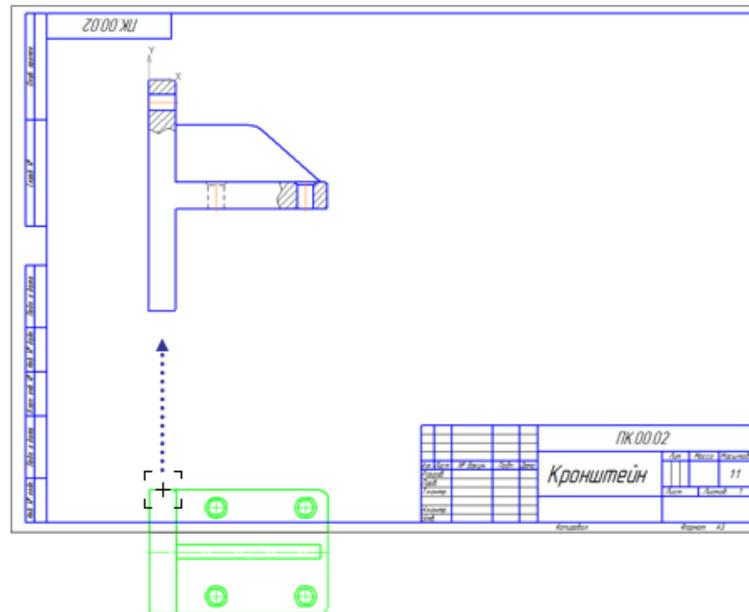

Рисунок 9.
- Переместите вид Сверху в вертикальном направлении ближе к Главному виду (рис. 9).